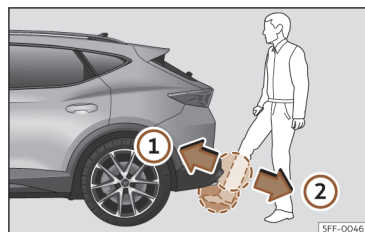

Fig. 78 Porta da bagageira com abertura controlada por sensor (Easy Open)
- Com um movimento rápido, aproxime o pé e a parte inferior da perna o mais possível ao para-choques. A parte inferior da perna tem que aproximar-se da zona do sensor superior, e o pé da zona do sensor inferior >>> **Fig. 78 ①**.
- Retire rapidamente o pé e a parte inferior da perna das zonas dos sensores >>> **Fig. 78 ②**. A porta da bagageira abre-se automaticamente.